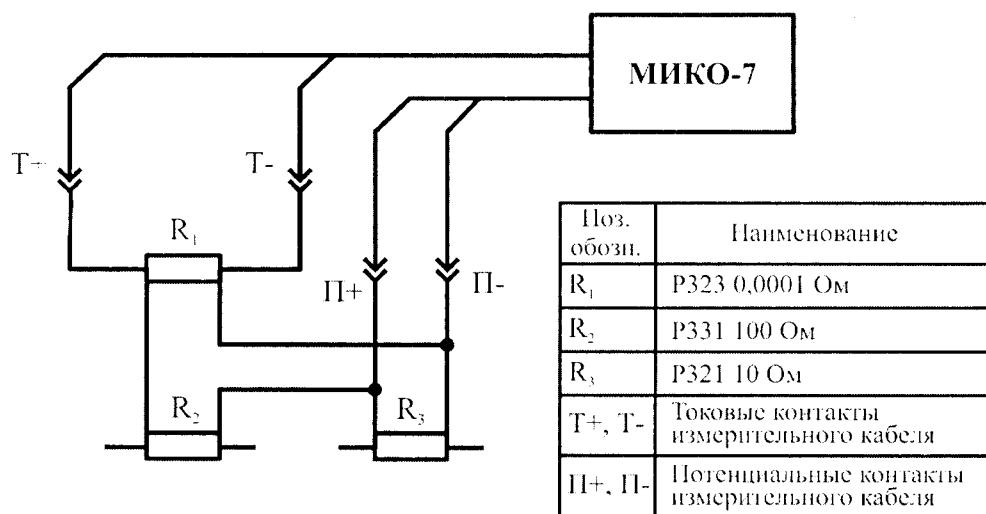

Рисунок 2 - Делитель напряжения
7.5.1 Для определения относительной погрешности на нижнем пределе диапазона измерения собрать схему делителя напряжения (рисунок 2).